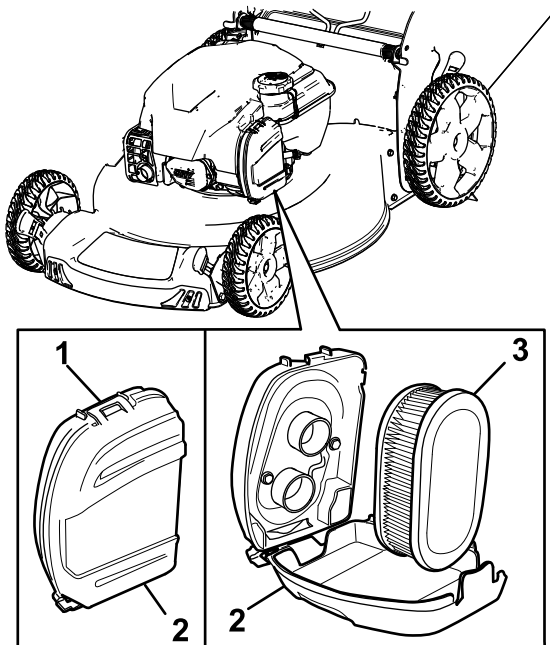

Figura 21
1. Desprindei partea superioară a capacului filtrului de aer (Figura 21).
2. Îndepărtați filtrul de aer (Figura 21).